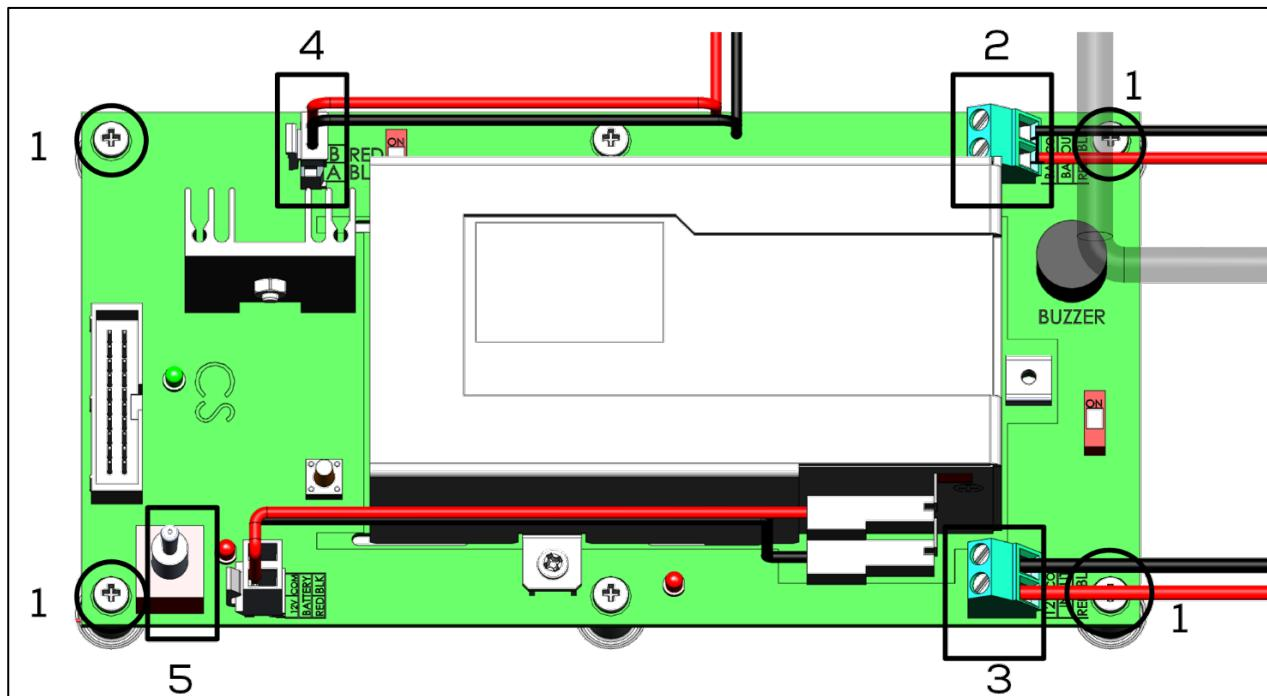

图 52：报警电池扩展安装
- 如果电池为升级选配件，请按照图 52 所示安装设备。
CAUTION 重新启动 Trio 之前，关闭报警电池。将拨动开关切换到关闭位置。请参阅图 52。